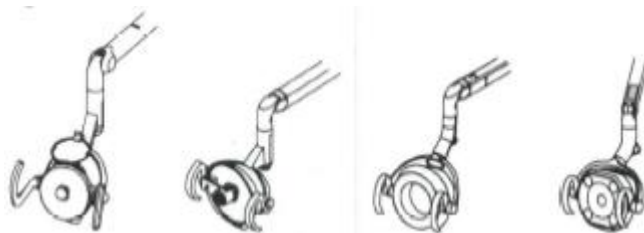

Рис.3-28 Стоматологический светильник
(8) Стоматологический светильник (**Рис.3-28**)